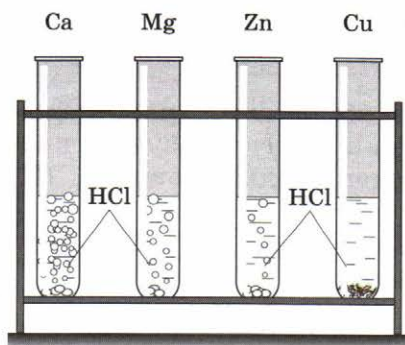

Рис. 97. Отношение соляной кислоты к различным металлам
2. Взаимодействие металлов с растворами кислот (рис. 97):